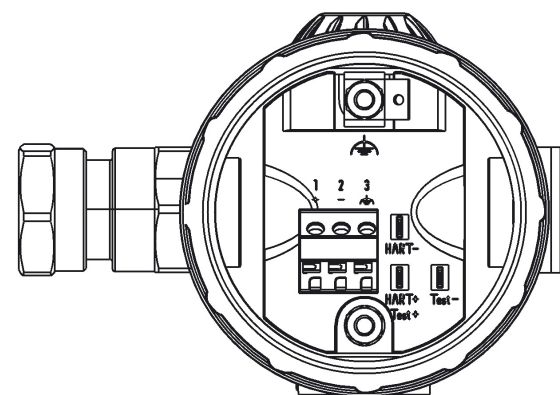

Рисунок 12 - Маркировка кабельного соединителя преобразователя с кабельным вводом
13.5.3 Чтобы подключить кабель к преобразователю, открутите заднюю крышку корпуса (см. рисунок 4). Пользуясь маркировкой кабельного соединителя на плате преобразователя (см. рисунок 12), произведите подключение согласно таблице 10.
Примечание - Преобразователи могут быть заземлены с помощью вывода 3 разъема или через внутренний зажим заземления (см. рисунок 12).